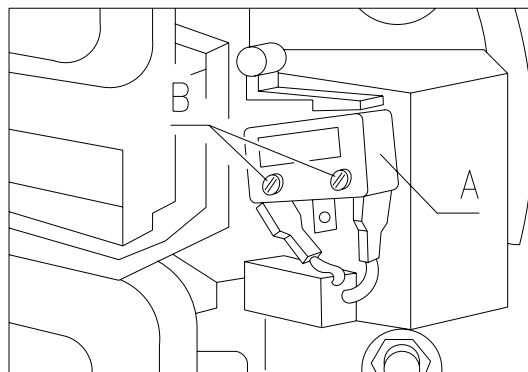

FIG. 17
8.9 SUSTITUCIÓN MICROINTERRUPTOR VENTANILLAS DE RETIRO PRODUCTO (FIG. 17)